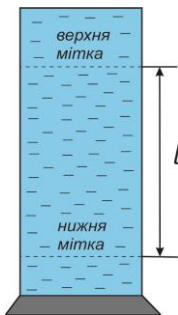

Рис. 3
Експериментальна установка для вимірювання в'язкості представляє собою циліндр (рис. 3) на якому у верхній і нижній частинах зроблені мітки. Верхня мітка знаходиться на висоті, що відповідає умові (7), тобто умові початку рівномірного руху кульки. Якщо відстань між мітками  $l$ , а час падіння  $t$ , то можна записати, що